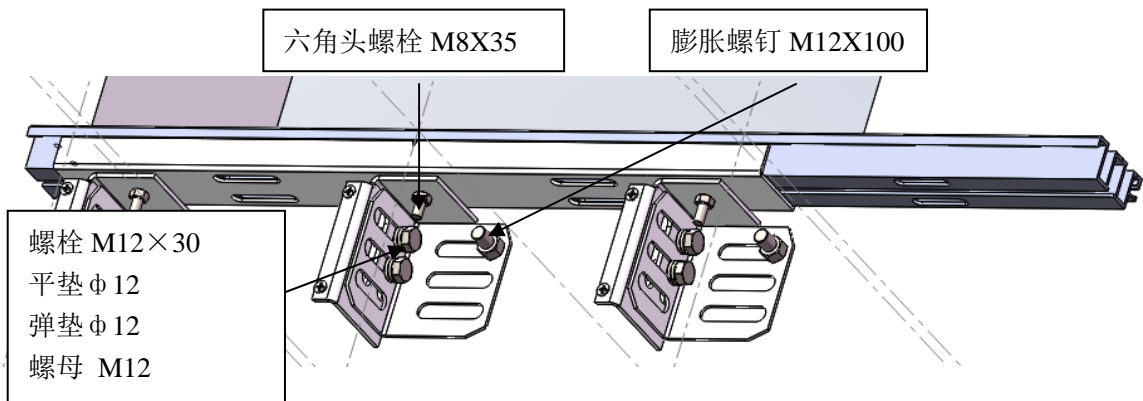

图 13
6、调节门板的垂直度和门板运行间隙，每块门板的垂直度偏差 $\leq 1\text{mm}/1000\text{mm}$ ，见图 13。调节轿门慢门板窄边垂直度，要求门板下端与轿厢壁垂直度偏差 $\leq 1\text{mm}$ 。门板与门板间，门板与轿壁间运行间隙调整至 4~6mm。调整门板与地坎间隙至 3~6mm，见图 13。